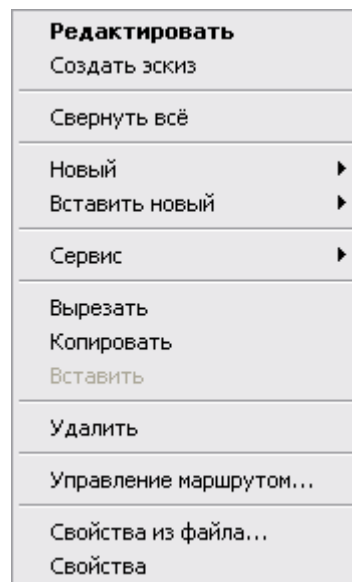

Рис. 100. Контекстное меню.
Выделенный объект является текущим. При нажатии на правую кнопку манипулятора «мышь» в окне проекта на вкладке **Маршрут** появляется контекстное меню, предоставляющее некоторые команды манипулирования с текущим объектом (см. Рис. 100).
5. При помощи мыши выберите в дереве объект, который необходимо перенести. Нажмите правую кнопку мыши. Появится контекстное меню (см. Рис. 100);
7. Выберите объект, в который необходимо перенести выбранный ранее объект. Нажмите правую кнопку мыши. Появится контекстное меню (см. Рис. 100).
5. При помощи мыши выберите в дереве объект, который необходимо скопировать. Нажмите правую кнопку мыши. Появится контекстное меню (см. Рис. 100);
7. Выберите объект, в который необходимо скопировать выбранный ранее объект. Нажмите правую кнопку мыши. Появится контекстное меню (см. Рис. 100).